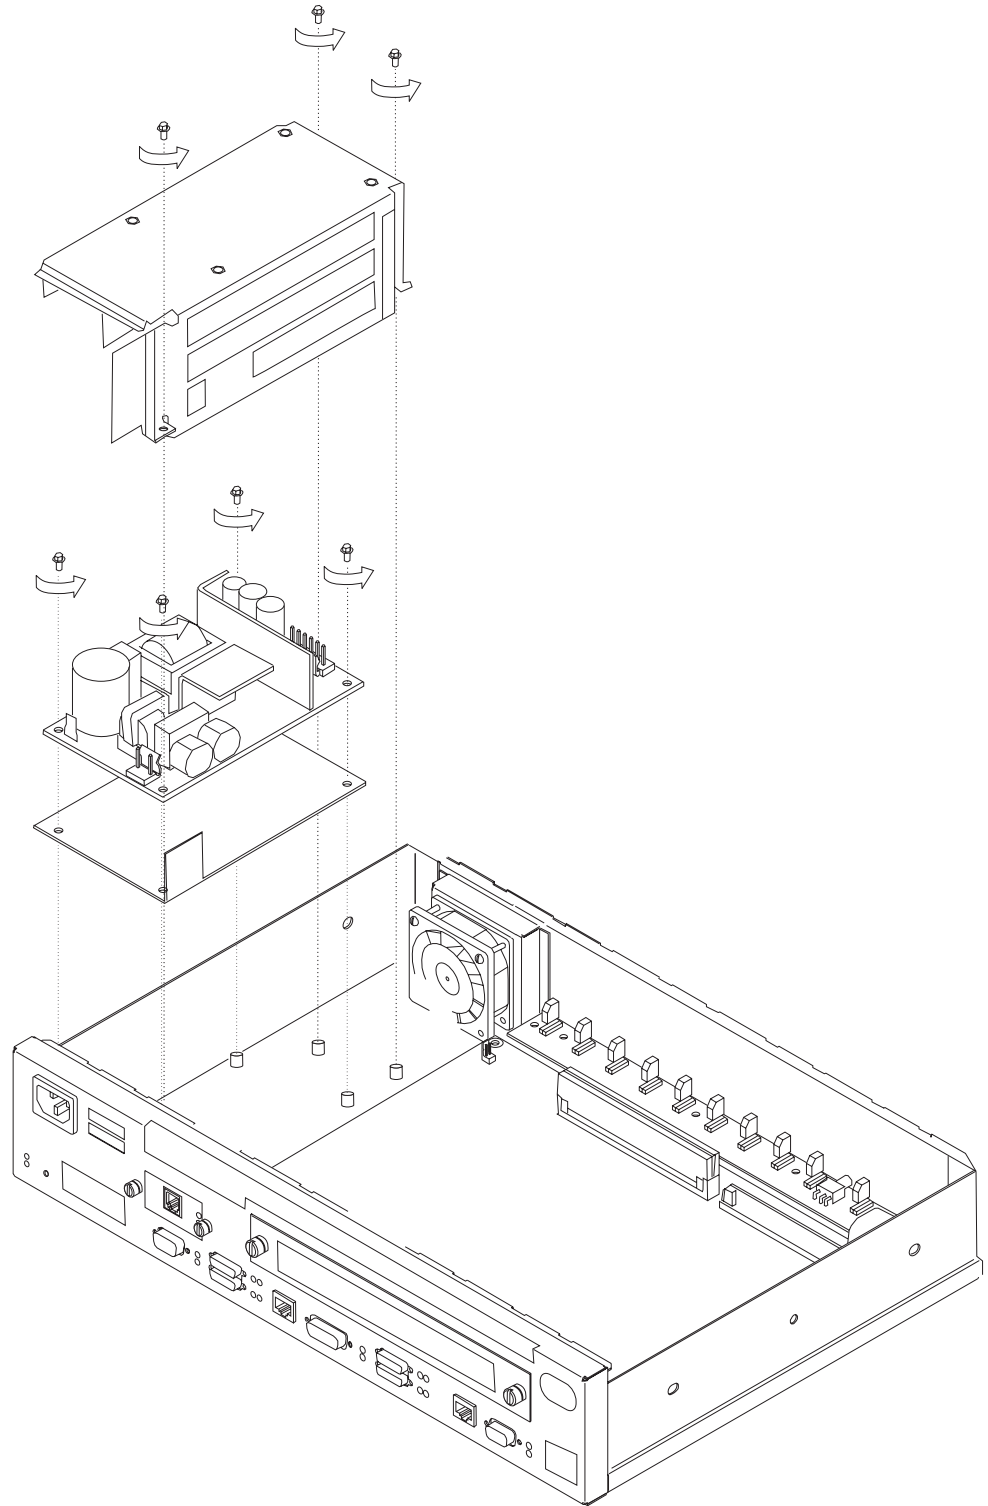

图 4-27. 卸除电源的螺钉 (14T 和 24x 型)
- 1 卸除连接电源盖板和机壳的螺钉，如第4-23页的图4-27所示。